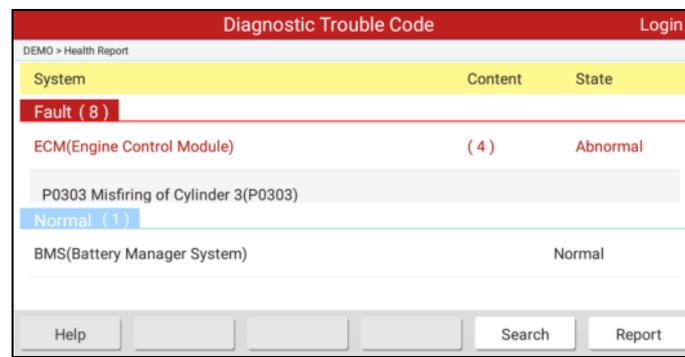

Fig. 5-5
**1** zeigt das getestete System mit Fehlercodes. Tippen Sie bestimmte System die detaillierten Definitionen der DFC anzuzeigen. Siehe Abb. 5-5.